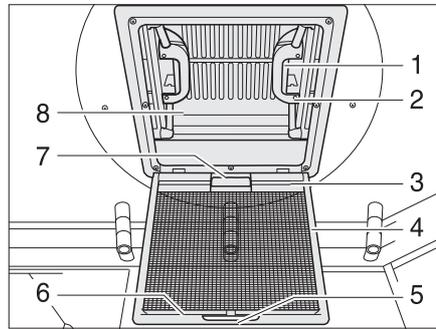

Bild 83 Dachhaube mit Schnappverschluss
- Am Griff (Bild 83,5) ziehen.
- Insektenschutz (Bild 83,4) nach unten klappen.
- Schnappverschluss (Bild 83,1) zur Innenseite der Dachhaube (Bild 83,8) drücken. Gleichzeitig mit dem Griff (Bild 83,2) die Dachhaube nach oben drücken.
- Insektenschutz (Bild 83,4) nach oben schwenken, bis er einrastet.
- An beiden Griffen (Bild 83,2) die Dachhaube (Bild 83,8) kräftig nach unten ziehen, bis beide Schnappverschlüsse (Bild 83,1) eingerastet sind.
- Verdunklungsrollo am Griff (Bild 83,7) ziehen und Hakenleiste (Bild 83,3) in die Halteleiste (Bild 83,6) am Insektenschutz einhängen.
- Hakenleiste (Bild 83,3) von der Halteleiste (Bild 83,6) lösen und Verdunklungsrollo langsam zurückführen.